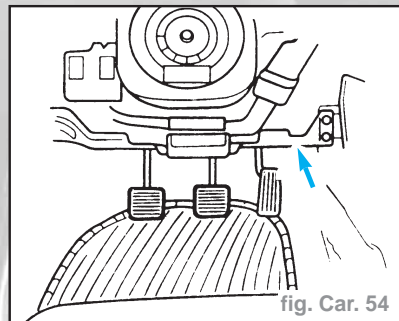

fig. Car. 54
- la fixation de renforcement (flèche) de la planche de bord côté conducteur - vis (fig. Car. 54).